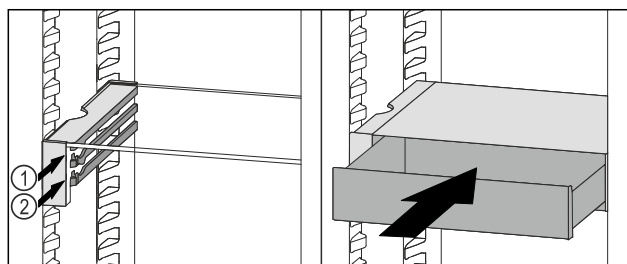

Fig. 94
- ▶ Predal VarioSafe namestite za zaustavljalnimi elementi na želene nastavek Fig. 94 (1) ali Fig. 94 (2).